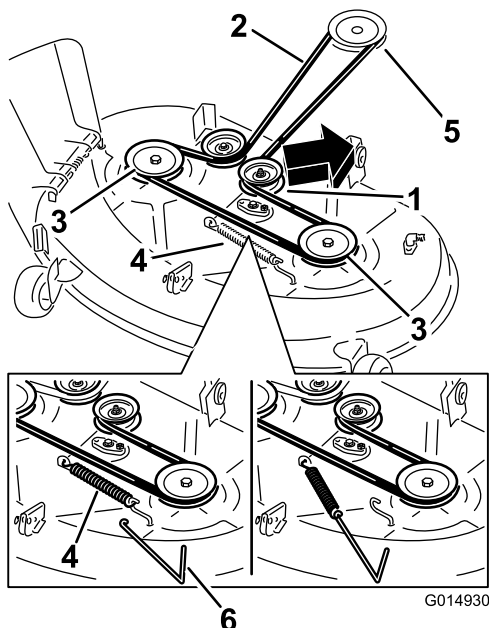

Figura 61
5. Usando una herramienta para la retirada de muelles (Pieza Toro N° 92-5771), retire el muelle tensor del gancho de la carcasa para eliminar la tensión de la polea tensora, y retire la correa de las poleas (Figura 61).
6. Pase la correa nueva alrededor de las poleas del motor y del cortacésped (Figura 61).
7. Usando una herramienta para la retirada de muelles, instale el muelle tensor sobre el gancho de la carcasa y tense la polea tensora y la correa del cortacésped (Figura 61).